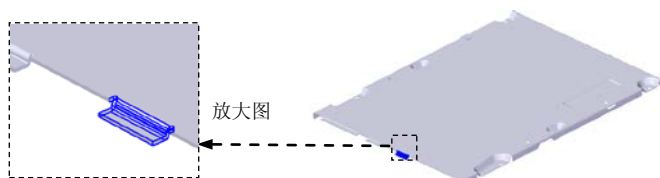

图 8.7.43 轮廓弯边特征 3
③ 单击“主页”操控板中的“关闭草图”按钮，退出草图绘制环境。
(3) 轮廓弯边的延伸量及方向。在“轮廓弯边”命令条中单击“延伸步骤”按钮；单击“有限范围”按钮，在 **距离 (D)** 文本框中输入值 13，延伸方向为 Y 轴负方向，单击鼠标左键。
(4) 定义轮廓弯边属性及参数。单击“轮廓弯边选项”按钮，取消选中 ☐ **使用默认值 (U)*** 复选框，在其 **折弯半径 (R)** 文本框中输入值 0.2，选中 ☒ **折弯止裂口 (C)** 复选框和 ☒ **圆形 (C)** 单选按钮；取消选中 ☐ **使用默认值 (U)*** 复选框，在 **宽度 (W)** 文本框中输入值 0.5；单击 **确定** 按钮。
(5) 单击 **完成** 按钮，完成特征的创建。
Step19. 创建图 8.7.43 所示的轮廓弯边特征 3。
(1) 选择命令。单击“主页”功能选项卡中“钣金”工具栏中的“轮廓弯边”按钮.
(2) 定义特征的截面草图。